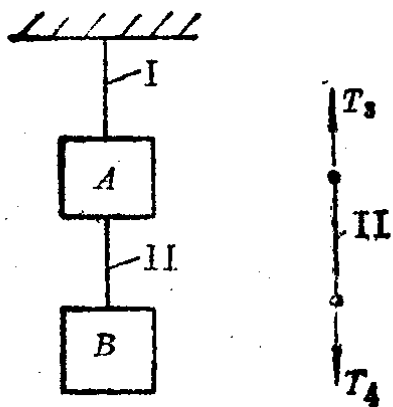

图 1-1
6. 图1-1所示A、B物体各重 G_A 、 G_B ,用绳系住。绳II